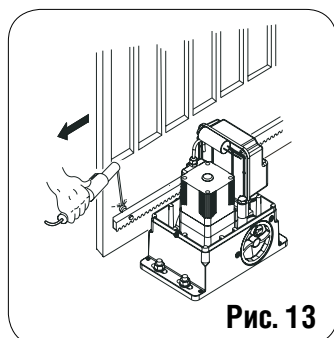

Рис. 13
3) Поместить первую секцию рейки горизонтально на шестеренку и приварить защелку к воротам, как показано на рис. 13.